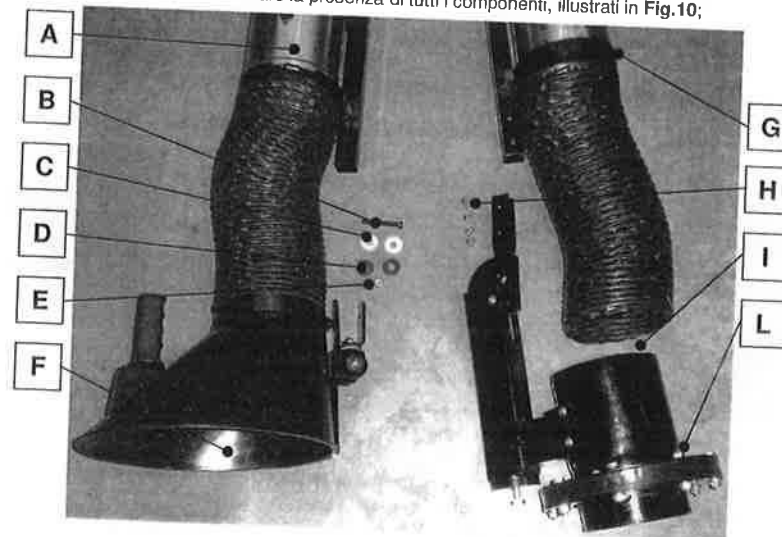

Fig.10
- Disimballare il braccio e verificare la presenza di tutti i componenti, illustrati in Fig.10;